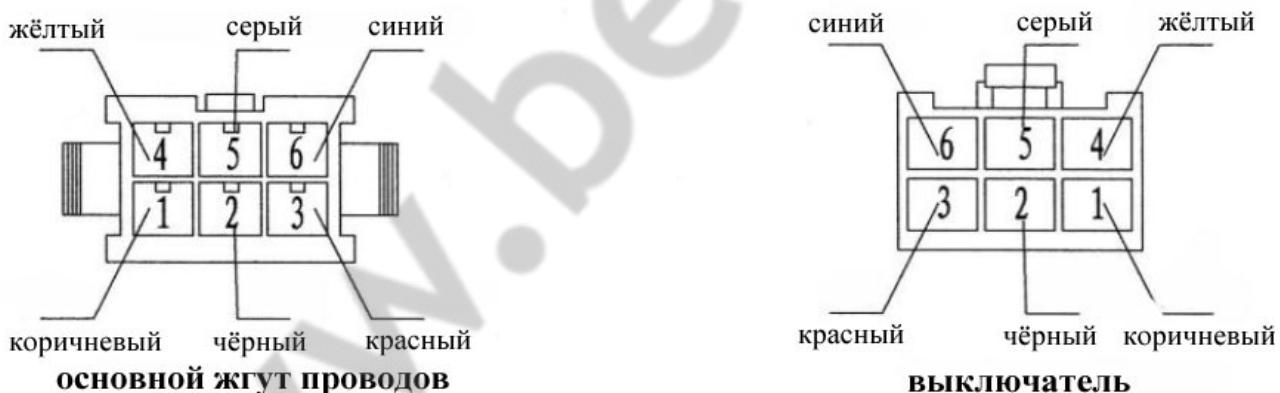

Рис.18
4.5.6 Используйте четыре самореза чтобы закрепить выключатель в удобном для работы и обзора индикатора месте. Концы проводов выключателя должны быть закреплены на разъёме в соответствии с Рис. 18, который при помощи самозашёлкивающегося механизма вставляется в разъем X9 на основном жгуте проводов.